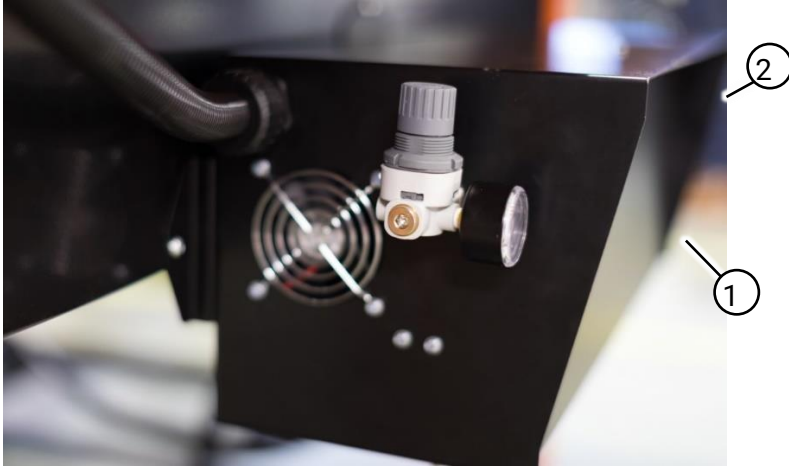

Fig. 25 Drukregelaar voor de contactloze sensor
1. Verwijder de stofkap (Fig. 25 (1)) van de drukregelaar op de besturingskast.
- 2.1 Trek de instelknop omhoog (Fig. 25 (2)).